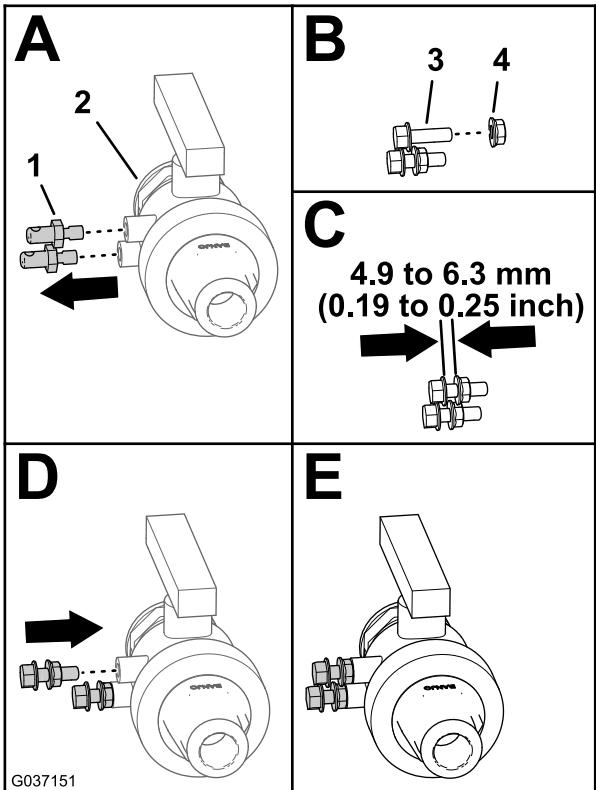

図 12
4. 図12のBとCに示すように、フランジヘッドボルト5/16 x 1インチ2本にフランジナット5/16インチを取り付ける。